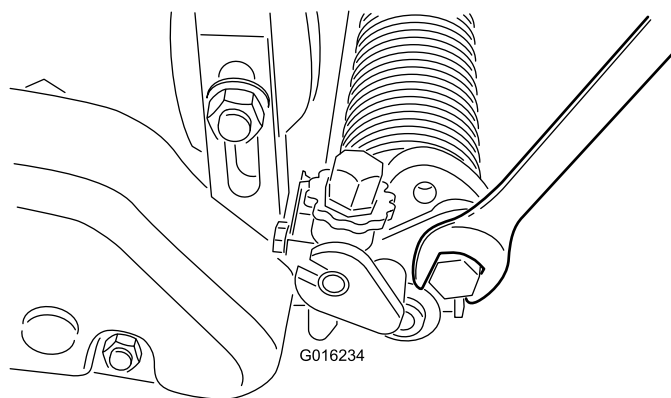

図 21
A. 左右のグルーマアームのボルトをゆるめる 図 21。
C. ボルトを締めて調整を固定する 図 21。